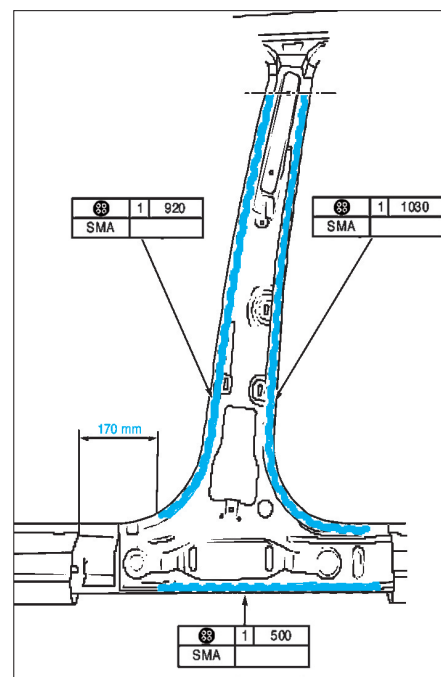

FIG. 79
- Encoller le renfort de montant B (fig. 79).